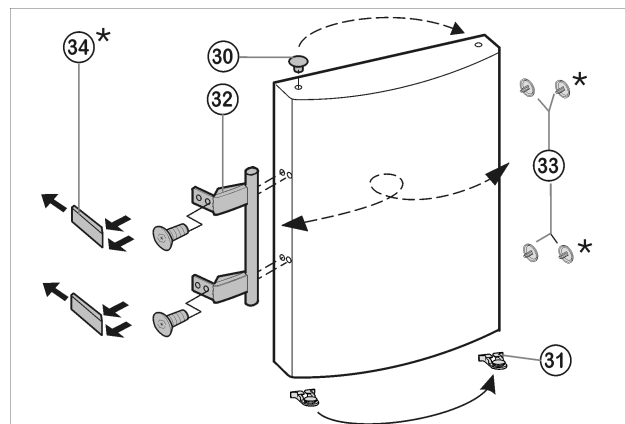

Fig. 8
- Retire el tapón Fig. 8 (30) del casquillo de cojinete de la puerta y cámbielo de sitio.
- Desmonte el tirador de la puerta Fig. 8 (32), los tapon Fig. 8 (33) y las placas de presión* Fig. 8 (34) y cámbielos al lado opuesto.